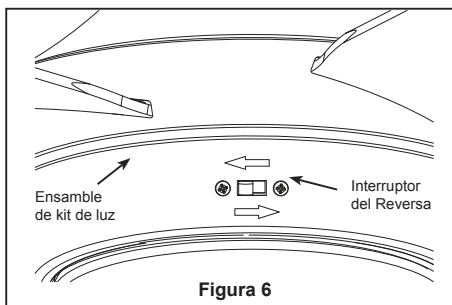

Figura 6
6. Asegure el pantallas de luz en la ensamble de kit de luz girándolo en el sentido de las agujas del reloj y sin apretar demasiado. (Figura 6)
6. Si desea que el flujo de aire corra en la dirección opuesta, apague el ventilador y espere hasta que las aspas dejen de girar. Deslice el interruptor de reversa a la posición opuesta y vuelva a encender el ventilador. (Figura 6)